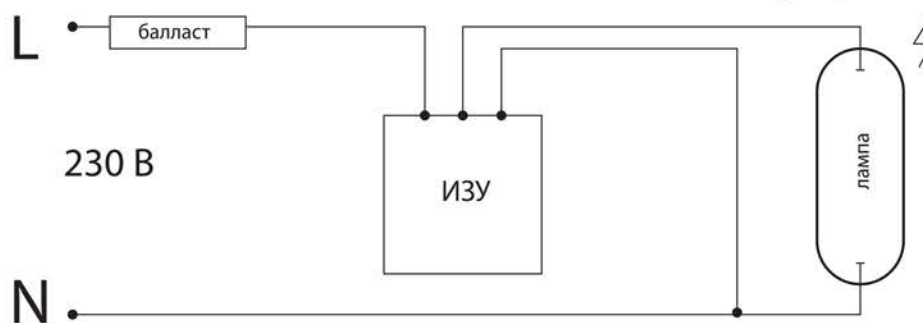

Рисунок 1. Схема подключения
5.1. Внимательно ознакомьтесь со схемой подключения ИЗУ (рисунок 1).